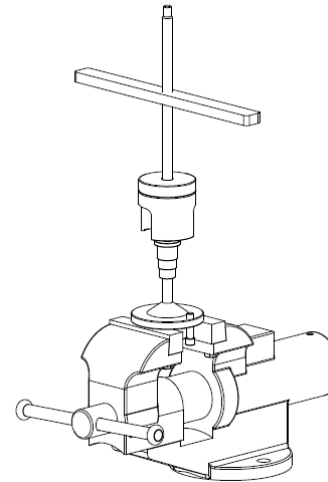

Figure 18
Utilisez l'outil de démontage (voir figure 18, page suivante) pour démonter la came ⑦. Le ressort ⑥ de la poulie possède une force importante, l'utilisation de l'outil de démontage maintiendra la poulie comprimée.
- En utilisant un étau, montez l'outil de démontage comme indiqué sur la figure 18.